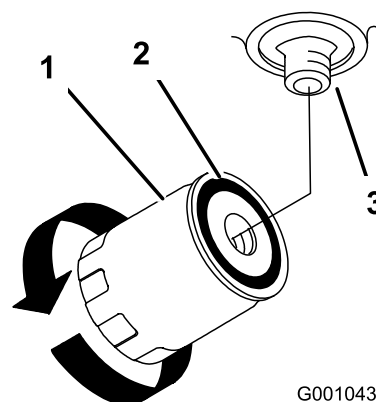

Figura 80
- Spalmate un velo sulla guarnizione di gomma sul nuovo filtro (Figura 80).
- Riempite il serbatoio idraulico con il fluido idraulico fino a quando il fluido non fuoriesce da filtro e poi girate il filtro del fluido in senso orario fino a quando la guarnizione in gomma non viene a contatto con l'adattatore del filtro, poi serrate il filtro di un altro 1/2 giro (Figura 80).